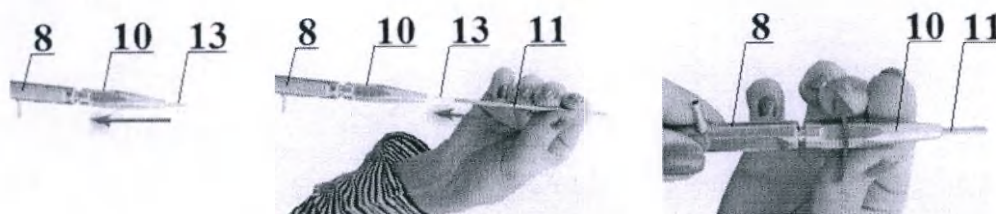

Рисунок 17– Установка в световод фиксатора насадок и насадки
10.2.9 Введите фиксатор насадок 10 в световодный кабель, а затем – в тройник 8, и завинтите его в тройнике, но не до конца (смотри рисунок 17).